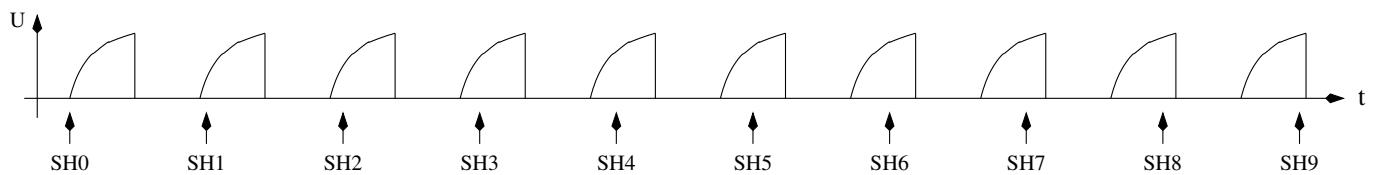

Abbildung 5.30. Abtasten eines Spannungsverlaufs mit der Samplingmethode
Der Funkamateur Pieter-Tjerk (PA3FWM) hat für die Messung sehr kleiner Kapazitäten ($< 100\text{pF}$) mit hoher Auflösung die Fähigkeiten des Testers um die Sampling ADC Methode erweitert. Die Wandlungszeit des ADC reicht eigentlich nicht aus, um schnelle Vorgänge abtasten zu können. Bei der Abtastung der Spannung wird das Eingangssignal aber zu einer exakt festgelegten Zeit abgetastet, der Sample und Hold Zeit (SH). Der ADC braucht für eine komplette Wandlung 13 Takte, wobei der ADC Takt durch Teilung des Prozessortaktes durch 128 oder 64 gewonnen wird. Die Abtastung des Spannungswertes findet immer genau bei ADC-Takt Nummer 1.5 statt. Wenn nun das abzutastende Spannungssignal immer wieder neu erzeugt werden kann, kann man durch Verschiebung der Abtastzeit das komplette Signal mit dem Raster der Verschiebung abtasten. Eine normale ADC-Wandlung dauert bei 8 MHz Prozessortakt $13 \times 64 = 832$ Taktzyklen. Wenn das Signal nun mit einem 831 Takte Zyklus wiederholt wird, würde die ununterbrochene ADC-Wandlung (Freilauf-Modus) das Signal bei jeder fortlaufenden Wandlung einen Prozessortakt später abtasten. Mit dieser Methode muß dafür gesorgt werden, daß die erste ADC-Abtastung des Signals zu der gewünschten Startzeit beginnt. Die Zeiten der fortlaufenden ADC Werte verschieben sich dann jeweils um einen Prozessortakt relativ zum neu erzeugten Signal. Wenn die Wiederholung des Signals gut gelingt, entspricht das aus vielen Signalwiederholungen zusammengesetzte Signal dann dem ADC Signal, das mit Prozessortakt (8 MHz) abgetastet und gewandelt würde. Die Abbildung 5.30 zeigt das Prinzip der Abtastung mit einem zehnmal wiederholten Signal um daraus 10 Abtastwerte (SH0 - SH9) zu gewinnen. Für den wirklichen Fall ist die relative Zeitverschiebung der aufeinanderfolgenden Abtastungen viel geringer als dargestellt.